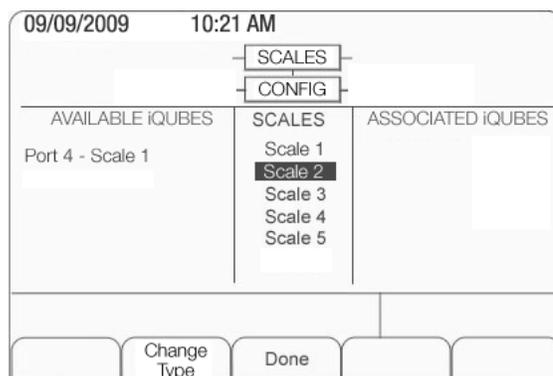

Figura 3-7. Pantalla de asociación con básculas
3. Puede que hay que presionar la tecla programable **Change Type [Cambiar de clase]** hasta que se muestran *Available iQUBES [iQUBES disponibles]* y *Associated iQUBES [iQUBES asociadas]* como mostrado en la Figura 3-7.